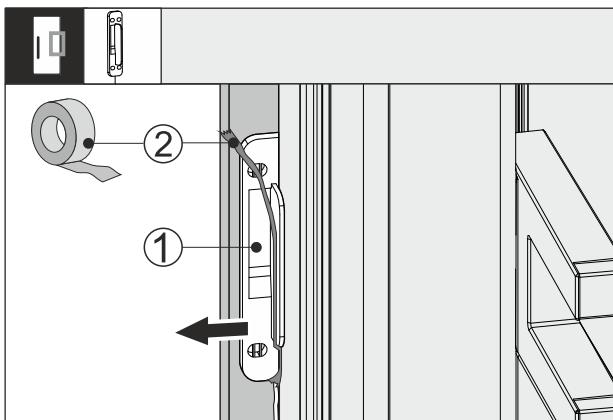
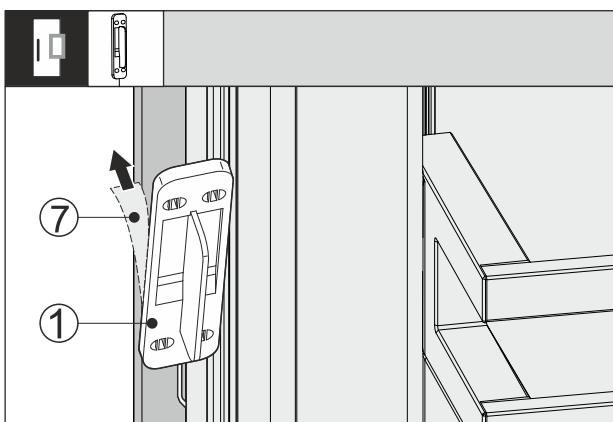
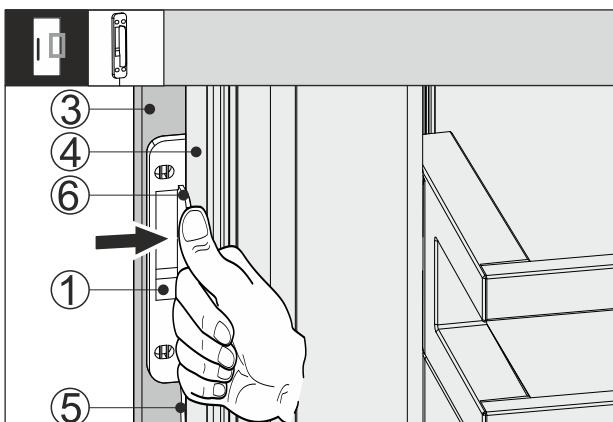

Fig. 64
Fig. 65
Fig. 66
- Aflojar la cinta adhesiva Fig. 64 (2) del sensor de golpes Fig. 66 (1).
- Retirar la película protectora Fig. 65 (7) de la parte posterior del sensor de golpes Fig. 66 (1).
- Empujar el sensor de golpes Fig. 66 (1) entre el frente del mueble Fig. 66 (3) y la puerta del electrodoméstico Fig. 66 (4) de forma que el cable Fig. 66 (5) quede ligeramente tensado. El tope Fig. 66 (6) del sensor de golpes se encuentra en la puerta del electrodoméstico Fig. 66 (4).
- Presionar el sensor de golpes Fig. 66 (1) en el frente de mueble Fig. 66 (3).
- El sensor de golpes Fig. 66 (1) está fijado. La fijación del sensor de golpes optimiza la transmisión de la señal de golpes.
- La fijación permanente del sensor de golpes Fig. 66 (1) aumenta la vida útil.
- Atornillar el sensor de golpes Fig. 66 (1) al frente de mueble Fig. 66 (3) utilizando los tornillos suministrados.